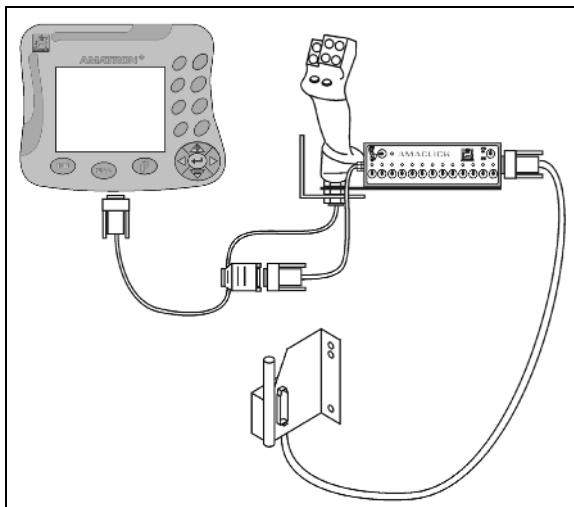

Fig. 118
- med multifunksjonsspak som beskrevet på Fig. 118.